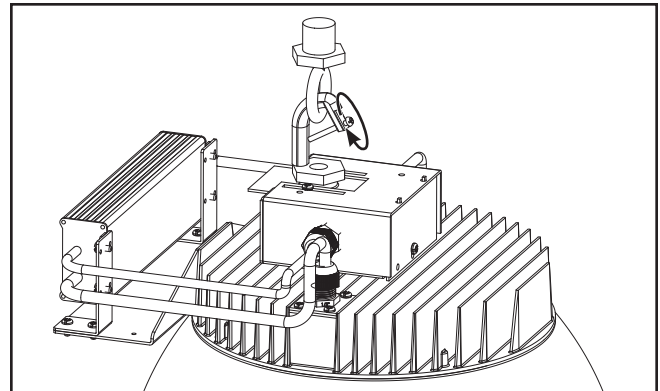

Figure 2.
6. Serrez le crochet vissé jusqu'à ce qu'il soit bien assis. (Figure 2)